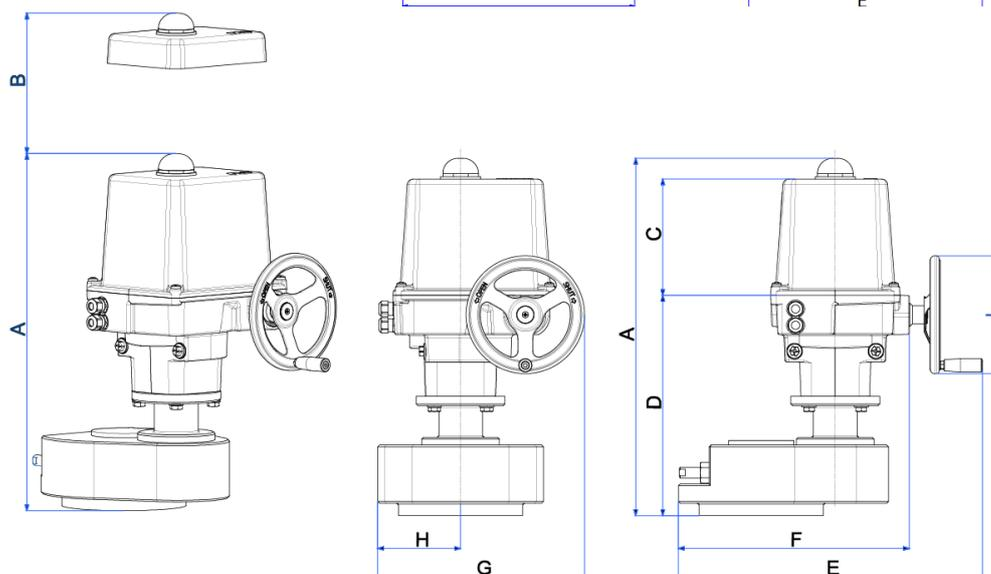

Figura 1: Dimensioni esterne
- Durante l'installazione degli attuatori, lasciare uno spazio sufficiente per consentire la rimozione del pannello (Figura 1).